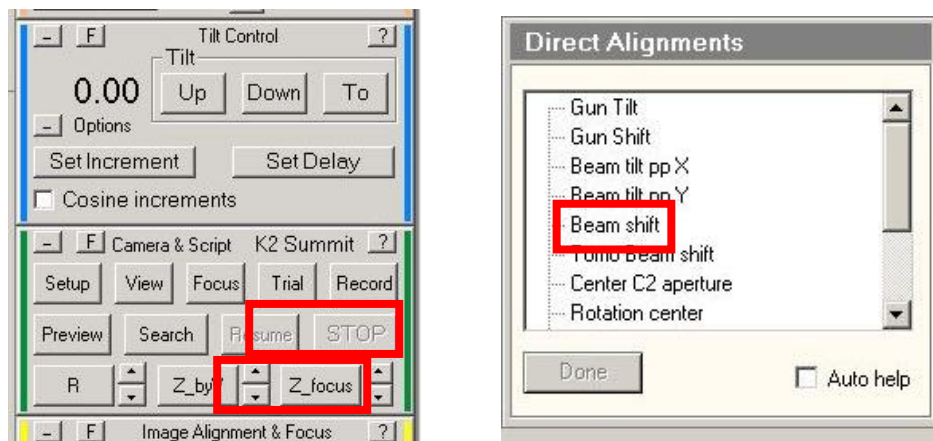

图 11
①Z-Focus 时光偏: 先点击 Stop 停止程序, 点击 Focus 模式: 按下控制面板 R1, 使用 Intensity 旋钮(顺时针放大, 逆时针缩小)将光斑缩小, 点击 Direct alignments 中的 Beam shift, 使用 Multifunction X/Y 旋钮将光斑移至中心并使用 Intensity 旋钮将光斑铺满相机 (注意: 绿框为相机大小, 红色圆圈为相机中心, 光斑大小需大于绿框), 点击 Done, 然后点击 Z-Focus 继续聚焦.
② Record 时光偏：点击 Record 模式：按下控制面板 R1，使用 Intensity 旋钮（顺时针放大，逆时针缩小）将光斑缩小，点击 Direct alignments 中的 Beam shift，使用 Multifunction X/Y 旋钮将光斑移至中心并使用 Intensity 旋钮将光斑铺满相机（注意：绿框为相机大小，红色圆圈为相机中心，光斑大小需小于绿框），点击 view 继续选 hole 进行拍照.见图 11